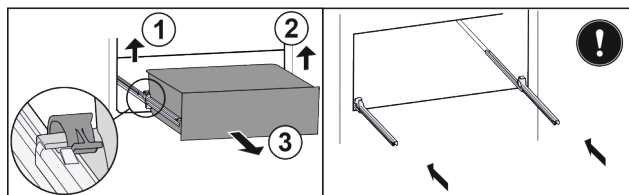

Fig. 26
- ▶ Ridicați clema din stânga și trageți concomitent sertarul din stânga spre înainte Fig. 26 (1).
- ▶ Ridicați clema din dreapta și trageți concomitent sertarul din dreapta spre înainte Fig. 26 (2).
- ▶ Extrageți sertarul spre înainte Fig. 26 (3).